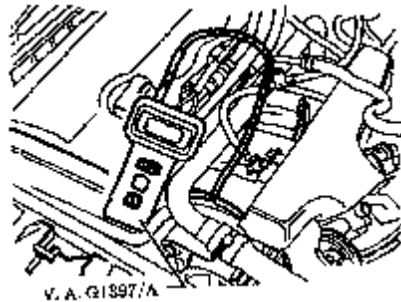

图 4-196 连接涡轮增压器检测仪
(1) 如图 4-196 所示，将 T 形管接头及涡轮增压器检测仪 V.A.G1397A 的测量软管连接到进气歧管上（前端）。通过右门窗，将测量软管沿发动机舱盖后边缘接到乘员舱内。